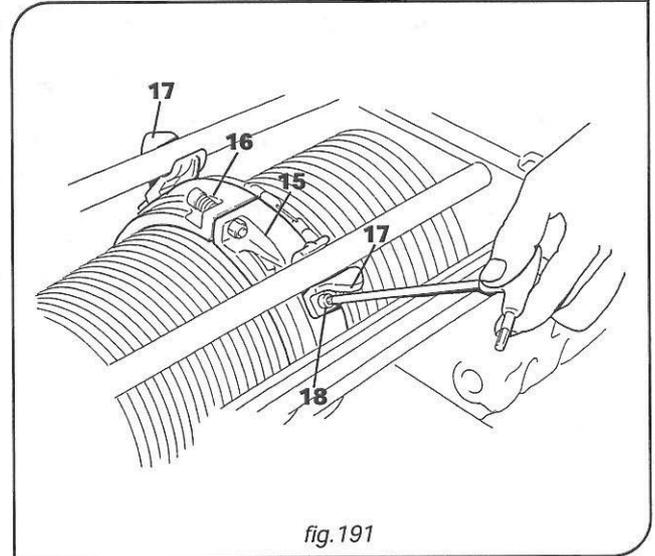

fig.191
9. Remover de las semi-abrazaderas -15- (lado opuesto salida de la cuerda) y -16- (lado salida de la cuerda) los patines/brazos de reacción en bronce -17- desatornillando los respectivos tornillos -18- (fig. 191)
8. Remover las semi-abrazaderas -15- (lado opuesto salida de la cuerda) y -16- (lado salida de la cuerda) los deslizadores/brazos de reacción en bronce -17- desatornillando los respectivos tornillos -18- (fig. 191).